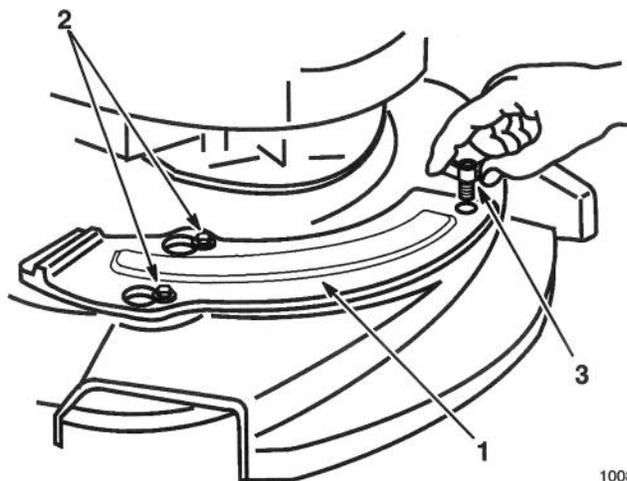

Figure 45
3. Les deux boulons à épaulement du carter de la tondeuse dépassent des trous oblongs de la plaque de paillage et n'ont pas besoin d'être desserrés ou retirés (Fig. 45). La plaque de paillage se déplace sur les têtes de ces boulons.
5. Fixer à l'aide de la vis à ailettes (Fig. 45).